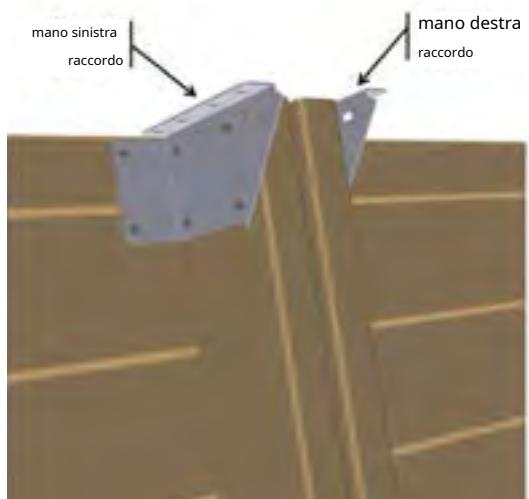

Figura 19 - Montaggio dei raccordi sopra il supporto di sostegno
- Sopra ciascuna delle 8 traverse di supporto metalliche e le due traverse di supporto in legno, posizionare un raccordo "destro" e un raccordo "sinistro" del kit "Elementi di fissaggio" come mostrato in *Figura 19*. Utilizzare 6 viti di sicurezza 6×20 in A2 SS (sacchetto G) per raccordo, per un totale di 96 viti.